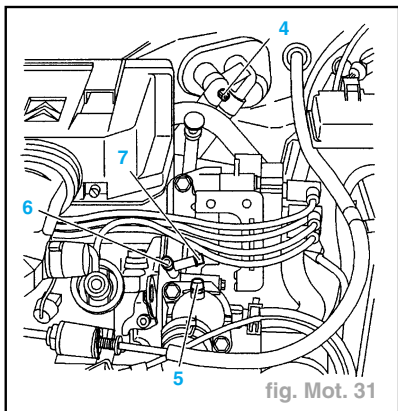

fig. Mot. 31
- Remplir lentement le cylindre de charge (1) de liquide de refroidissement, jusqu'au repère "1 litre", pour mettre le circuit sous pression.
- Ouvrir les vis de purge (4), (5), (6) et (7) (fig. Mot. 31).